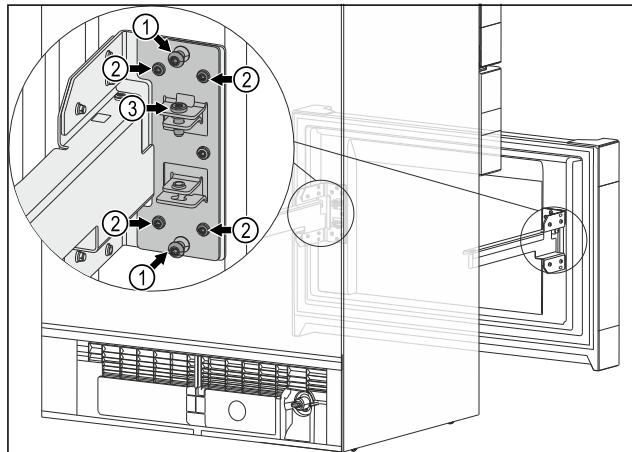

Fig. 13
- Beide mittleren Schrauben Fig. 13 (1) entfernen.
- Alle vier Schrauben Fig. 13 (2) lösen.
- Endposition des Auszugwagens ist erreicht: Alle vier Schrauben Fig. 13 (2) festschrauben.
- Sie benötigen die mittleren Schrauben Fig. 13 (1) nicht mehr.